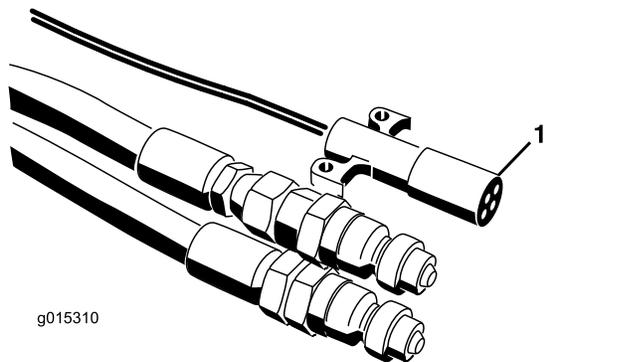

**Figura 20**
6. Conecte los dos manguitos hidráulicos de la máquina al vehículo de remolque. Mirando la máquina de frente, conecte el manguito derecho al lado de presión y el manguito izquierdo al lado de retorno (Figura 20). El manguito de retorno tiene una válvula de retención unidireccional en línea. La flecha de la válvula auxiliar debe apuntar hacia el conector de retorno del vehículo de remolque.